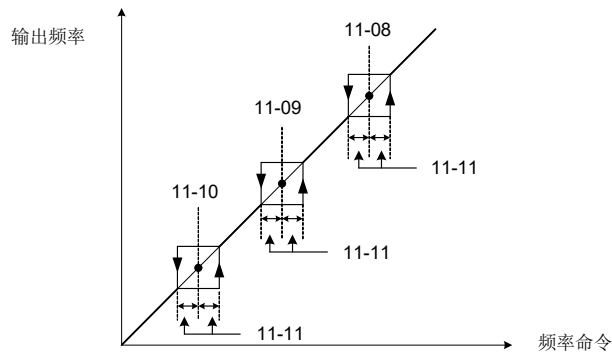

图4.3.83 跳跃频率操作
- 针对 11-11，设定频率跳跃宽度。跳跃频率±频率跳跃宽度而成为频率跳跃的范围。输出频率及跳跃频率的关系如下图 4.3.83 所示。